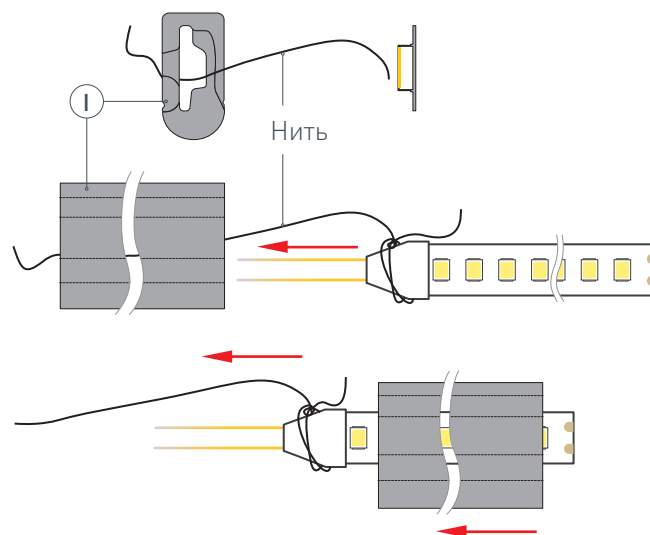

Рис. 1. Протяжка светодиодной ленты (IV) в профиль (I), вид сбоку
- 1** / Закрепите держатели (II) на поверхности и выведите наружу кабель от источника питания для светодиодной ленты. **ВАЖНО!** При создании из профиля фигуры с изгибами учитывайте, что длина используемой светодиодной ленты должна превышать длину профиля, необходимого для построения фигуры, — это поможет избежать заломов и отрыва кабелей питания ленты при сгибании профиля.
- 2** / **ВАЖНО!** Не вытягивайте нить из профиля до монтажа светодиодной ленты в него! Установите* светодиодную ленту (IV) в профиль (I). Для этого необходимо привязать нить (находится внутри профиля) с одной стороны профиля (I) к светодиодной ленте (IV), как показано на рис. 1. Чтобы втянуть ленту в профиль, сначала аккуратно поместите кабели питания светодиодной ленты (IV) внутрь профиля (I), а затем, насколько это возможно, вставьте край светодиодной ленты. Аккуратно потяните за нить с другой стороны профиля (I) и тем самым протяните** светодиодную ленту (IV) в профиль (I). Отвяжите нить от светодиодной ленты. **! ЗАМЕНА ЛЕНТЫ.** Если понадобится заменить уже установленную в профиле светодиодную ленту, то необходимо проделать те же действия: привяжите нить к светодиодной ленте с одной стороны профиля, аккуратно потяните ленту с другой стороны профиля — таким образом нить снова окажется внутри профиля, готовая для повторного использования.